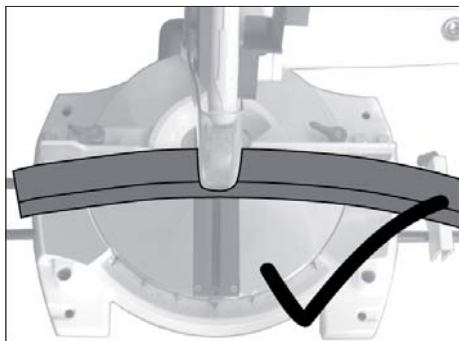

Рис. 6
- Криві та зігнуті заготовки повинні бути встановлені так, аби точка розпилу заготовки упиралася в упор для заготовки (Рис. 6).